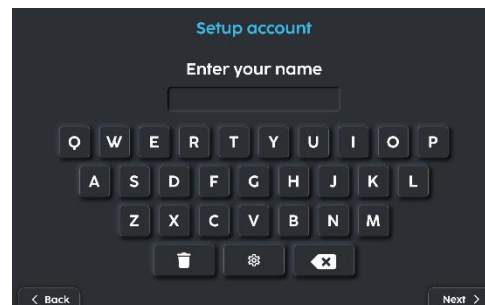

Fig. 4
4. Entrez votre nom de compte (Fig. 4).